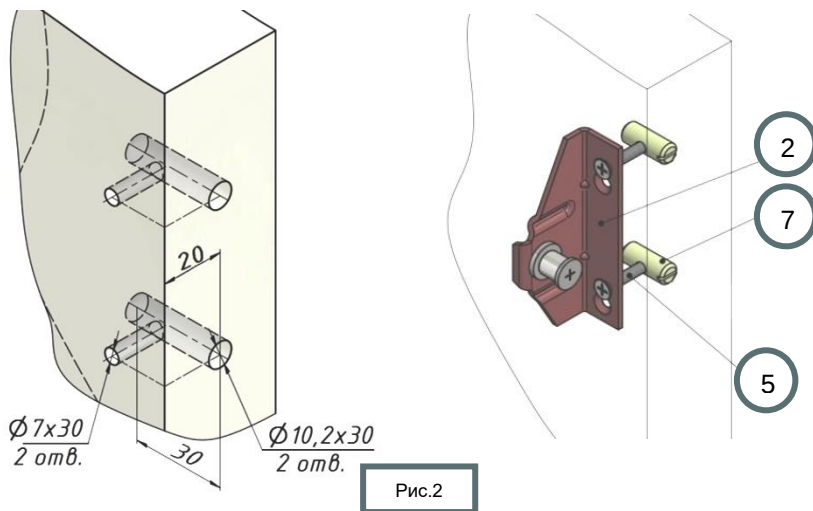

Рис.2
6. Разметить на торце двери места для гаек-бочонков **7** на одном уровне с отверстиями  $\varnothing 7\text{мм}$  (см рис.2).
8. Установить ригель **2** на дверь с помощью винтов **5** и гаек-бочонков **7** (см. рис.2).